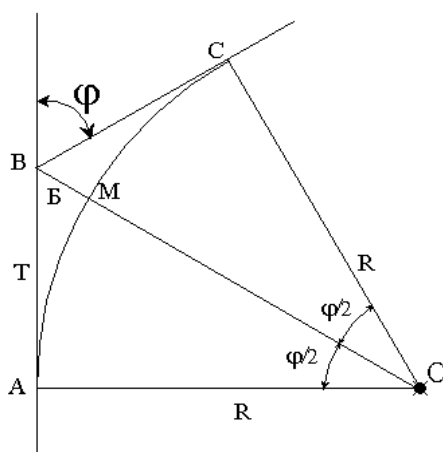

Рисунок 2. Пояснительная схема к составлению проекта по разбивке кривой.
**Задание 2.** Составление проекта разбивки главных точек круговой кривой для заданных в таблице 2 значений угла поворота автомобильной дороги  $\varphi$  и радиусе кривой  $R$  (см. рисунок 2).
По полученным данным, используя пояснительную схему (рисунок 2), в соответствие с вашим вариантом (см. таблицу 3), вычертить на листе формата А4 в масштабе 1:500 проект разбивки круговой кривой. На листе привести результаты вычислений элементов, необходимых для разбивки главных точек кривой.